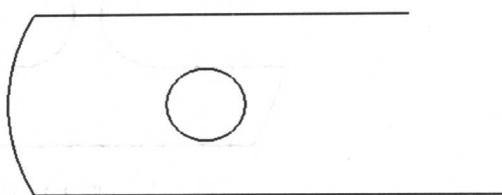

图 2.5 修剪后效果
③执行“回主功能表”|“C 绘图”|“T 修剪延伸”|“三个物体”命令，根据“副功能表”下方提示，首先选择第一条直线，再选择第二条直线，选择左侧圆弧，结果如图 2.5